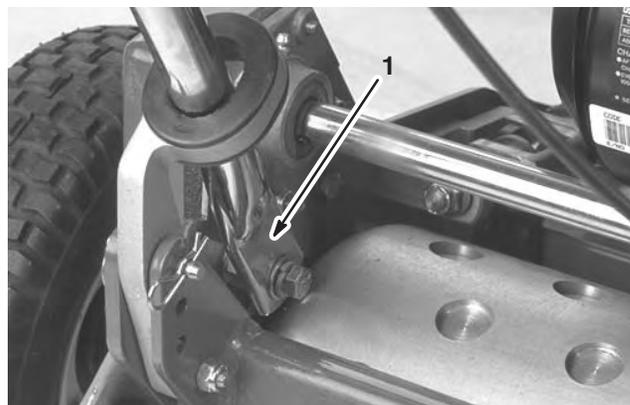

Figure 2
5. Poussez les extrémités du guidon vers l'intérieur et placez-les sur les axes de montage (Fig. 2).
- Fixez les extrémités du guidon aux axes de montage à l'aide des vis d'assemblage, des rondelles et des rondelles-freins retirées précédemment (Fig. 2).
- Fixez la base des bras du guidon de chaque côté de la tondeuse avec les vis d'assemblage et les rondelles-freins retirées précédemment (Fig. 2). Vérifiez que les bagues sont bien placées dans les trous de fixation des bras du guidon.
- Fixez les bras du guidon à l'arrière du bâti avec les goupilles fendues et les axes de chape retirés précédemment (Fig. 2).